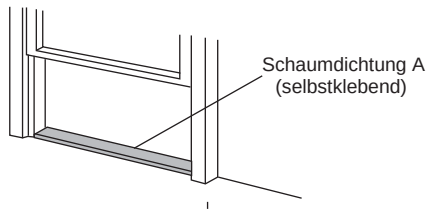

Abb.8
1. Schneiden Sie die Schaumdichtung (selbstklebend) auf die passende Länge zu und kleben Sie sie auf das Fenstersims (Abb.8).